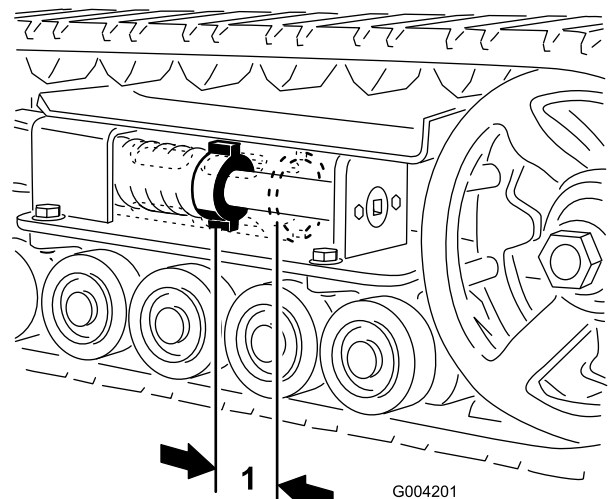
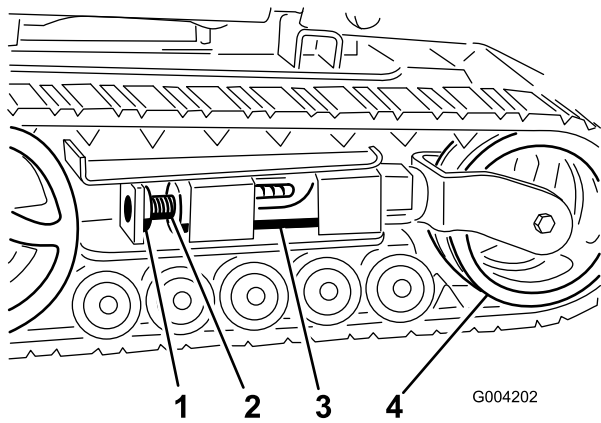
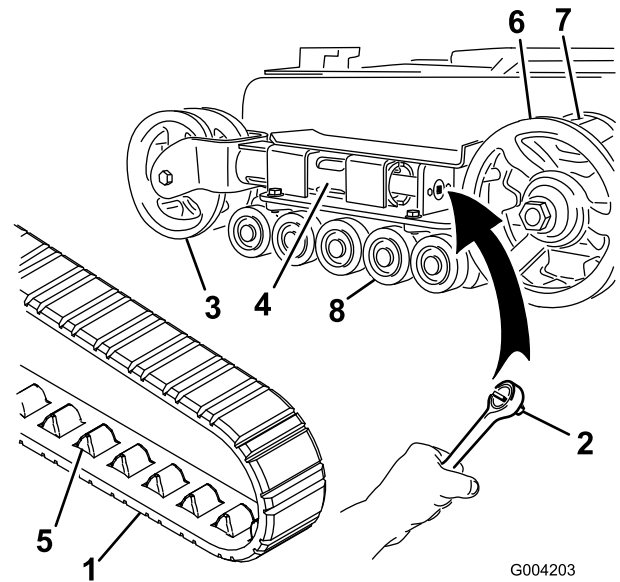
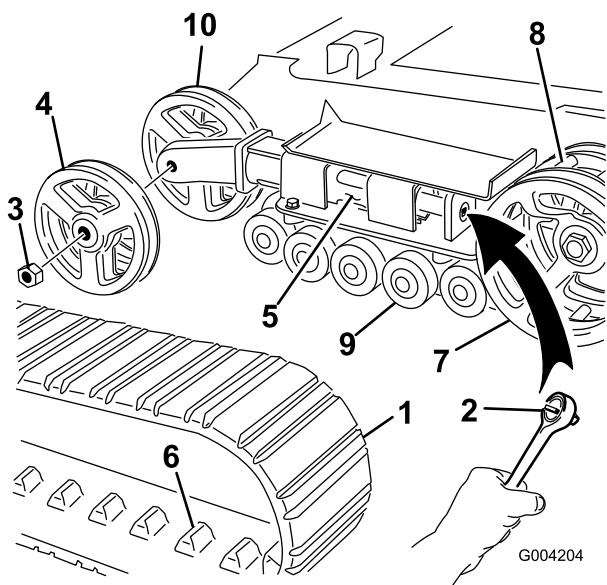

Bild 40
Bild 41
Bild 42
Bild 43
Zwischen der Spannungsmutter und der Rückseite des Spannungsrohrs sollte ein Abstand von 7 cm sein (Bild 40). Stellen Sie ansonsten die Kettenspannung wie folgt ein:
3. Entfernen Sie die Befestigungsschraube und Mutter (Bild 41).
4. Drehen Sie die Spannschraube mit einem Sechskantschlüssel (1/2 Zoll) (Bild 42) nach links, bis der Abstand zwischen der Spannmutter und der Rückseite des Spannsrohrs 7 cm beträgt (Bild 40).
5. Richten Sie die am nächsten liegende Kerbe in der Spannschraube mit dem Loch der Befestigungsschraube aus und befestigen Sie die Schraube mit der Befestigungsschraube und Mutter (Bild 41).
4. Lösen Sie die Antriebsspannung mit einem Sechskantschlüssel (1/2 Zoll), indem Sie die Spannschraube nach rechts drehen (Bild 41 und Bild 42).
5. Drücken Sie das Spannrads zur Rückseite der Maschine, um den Druckschlauch gegen den Rahmen zu bewegen (Bild 42). (Wenn es den Rahmen nicht berührt, drehen Sie die Spannschraube so lange, bis es funktioniert.)
7. Wenn Sie die Kette vom Spannrads entfernt haben, entfernen Sie sie auch vom Antriebsrad und den Straßenrädern (Bild 42).
8. Legen Sie die neue Kette, beginnend beim Antriebsrad, um das Rad und stellen Sie sicher, dass die Stollen an der Kette zwischen die Zahnrad am Rad passen (Bild 42).
9. Drücken Sie die Kette unter und zwischen die Straßenrädern (Bild 42).
11. Drehen Sie die Spannschraube nach rechts, bis der Abstand zwischen der Spannmutter und der Rückseite des Abzweigschlauchs 7 cm beträgt (Bild 40).
4. Lösen Sie die Antriebsspannung mit einem Sechskantschlüssel (1/2 Zoll), indem Sie die Spannschraube nach rechts drehen (Bild 41 und Bild 43).
5. Drücken Sie das Spannrad zur Rückseite der Maschine, um den Druckschlauch gegen den Rahmen zu bewegen (Bild 43). (Wenn es den Rahmen nicht berührt, drehen Sie die Spannschraube so lange, bis es funktioniert.)
6. Nehmen Sie die Mutter ab, mit der das äußere Spannrad befestigt ist. Nehmen Sie das Rad ab (Bild 43).
7. Nehmen Sie die Kette ab (Bild 43).
8. Nehmen Sie die Mutter ab, mit der das innere Spannrad befestigt ist. Nehmen Sie das Rad ab (Bild 43).
12. Setzen Sie das innere Spannrad ein und befestigen Sie es mit der vorher abgenommenen Mutter (Bild 43).
14. Montieren Sie die neue Kette. Achten Sie darauf, dass die Stollen in der Kette zwischen die Zahnräder in der Mitte des Antriebsrads passen (Bild 43).
15. Setzen Sie das äußere Spannrad ein und befestigen Sie es mit der vorher abgenommenen Mutter (Bild 43).
17. Drehen Sie die Spannschraube nach rechts, bis der Abstand zwischen der Spannmutter und der Rückseite des Abzweigschlauchs 7 cm beträgt (Bild 40).